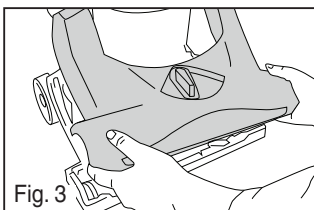

Fig. 3
- Remplacez le couvercle du cylindre brossier (Fig. 3).